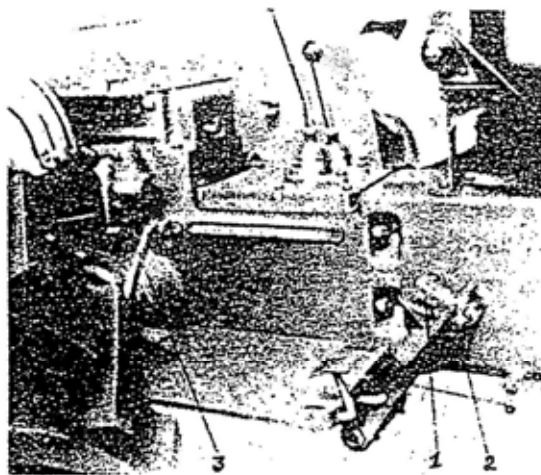

Рис. 2-5
16) Пластина блокировки тормоза 2 (рис. 2-5).
17) Собачка блокировки тормоза 1 (рис. 2-5).
18) Педаль блокировки дифференциала 3 (рис. 2-5).